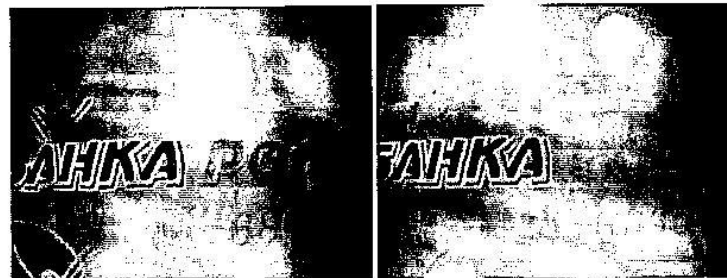

Рис. 6
- одновременно нажать на кнопки «ИК1 ↓» и «ИК3 ↓», включая попеременно две светодиодные матрицы источника падающего ИК излучения. На экране монитора должны попеременно появляться показанные на рис. 6а и 6б изображения, иллюстрирующие наличие метамерной пары красителей в словах «БИЛЕТ БАНКА РОССИИ», характеризуемой разницей поглощения ИК излучения. Это проявляется в резком уменьшении оптической плотности изображения, нанесенного одним из красителей пары. Кроме того выявляется разница в поглощении излучения красителя в слове «РОССИИ» в коротковолновом и длинноволновом спектральных диапазонах;